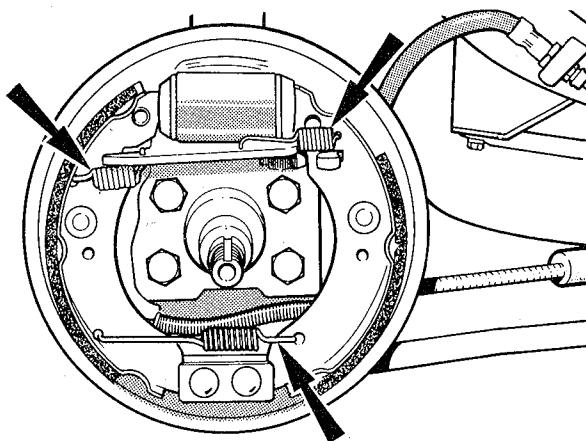

fig. 30
4. Posicionar a sapata primária no local de montagem e instalar as molas entre a mesma, a sapata secundária e a haste de ligação das sapatas (fig. 30)